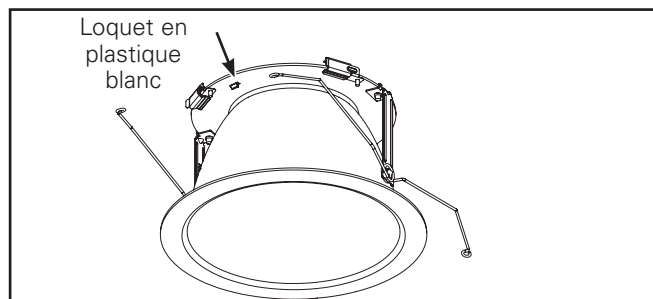

Figure 39
1. Appuyez sur le loquet en plastique blanc pour retirer le réflecteur supérieur et nettoyer la lentille. (Figures 39 & 40).